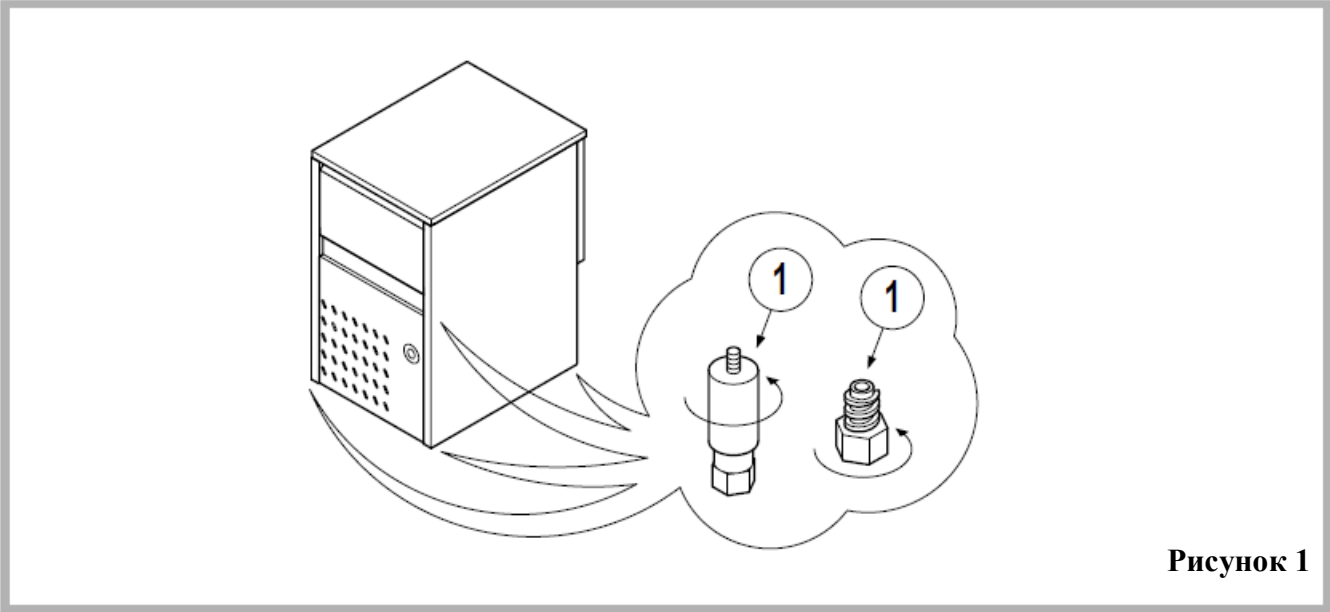

Рисунок 1
- Найдите ножки, идущие в комплекте (рисунок 1, поз. 1), и вкрутите их в отверстия в днище оборудования.
- Воспользуйтесь винтами в ножках (рисунок 1, поз. 1) и строительным уровнем, чтобы обеспечить правильное положение ледогенератора как в вертикальной, так и в горизонтальной плоскости.